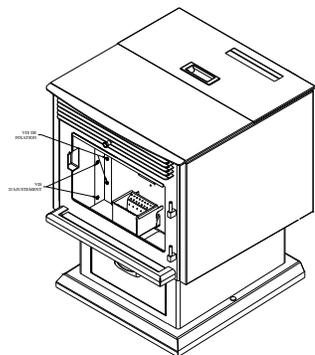
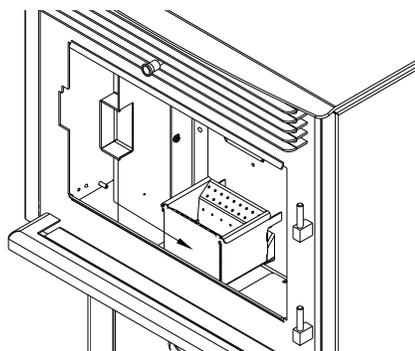
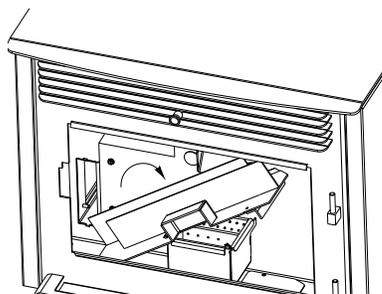
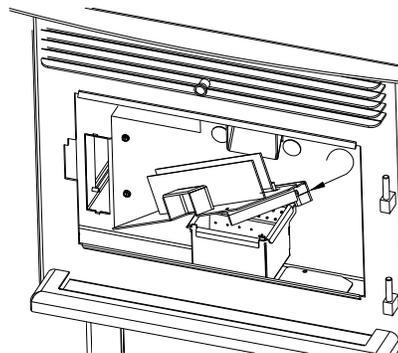

Figure 21
Figure 22
Figure 23
Figure 24
- c. **Parois de la chambre à combustion**: De façon périodique, il est important de nettoyer les cendres qui peuvent s'être accumulées derrière les parois de la chambre à combustion. Commencez par enlever les panneaux d'imitation de maçonnerie, lesquels sont simplement tenus en place par des clips. Nettoyez les parois et enlevez les cendres à l'aide d'un aspirateur. Vous remarquerez une trappe d'accès rectangulaire située à l'arrière de la paroi gauche. Retirez le panneau à l'aide d'un tournevis. Desserrez les vis d'ajustement et ensuite retirez les vis de fixation (Figure 21). Glissez le mur vers la droite (Figure 22), Basculez (Figure 23) et retirez le de la chambre à combustion. À l'aide de l'embout d'aspirateur, nettoyez la trappe d'évacuation (Figure 24). **RÉPÉTEZ CETTE OPÉRATION DE NETTOYAGE AU MOINS UNE FOIS PAR TONNE DE GRANULES BRÛLÉES, ET CE JUSQU'À CE QUE VOUS SOYEZ FAMILIER AVEC LE NIVEAU D'ACCUMULATION DES CENDRES DANS VOTRE APPAREIL.**